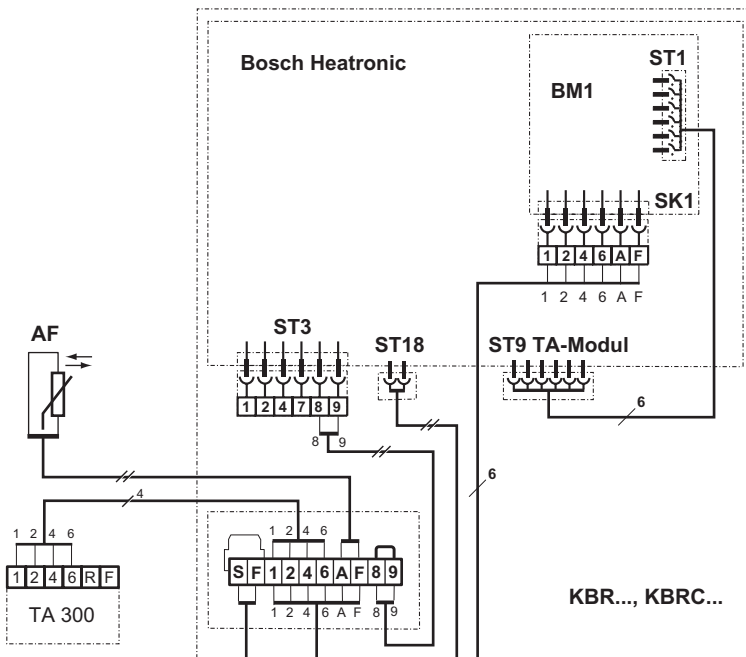

Bild 20 SUPRAPUR: TA 300 z.B. am Klemmkasten anschließen
- ▶ Regler oder Busverbindung anschließen (Bild 20).